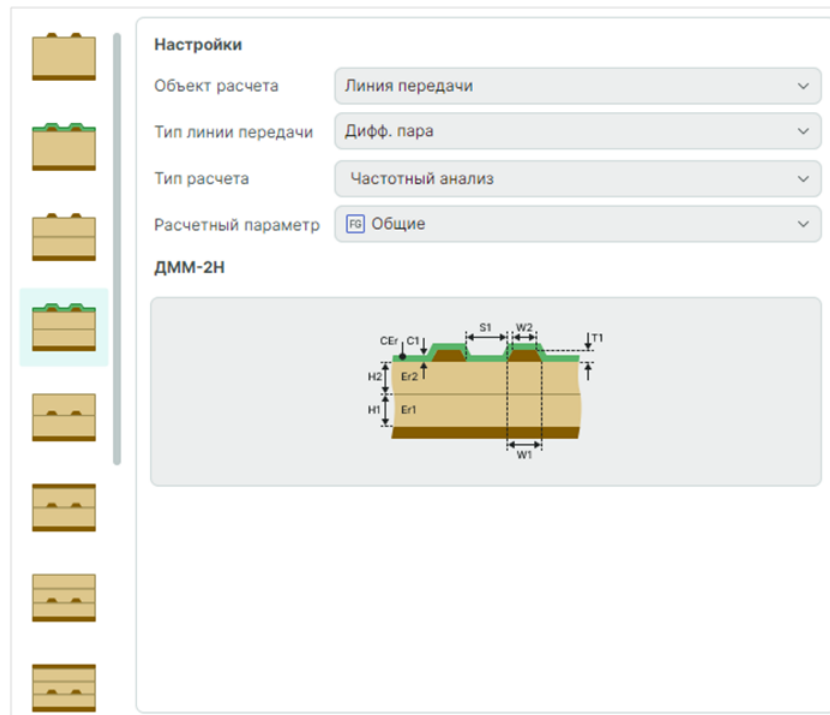

Рис. 72 Настройки расчета «Общие»
1. Определите стартовые настройки расчета (Рис. 72):